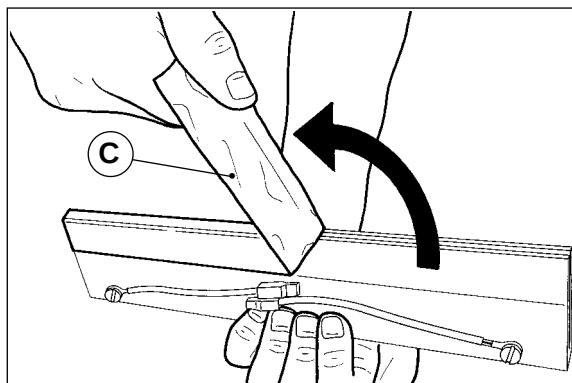

Fig. 2
- 3) Estrarre la barra saldante con i cavetti (Fig. 2).
- 2) Staccare la copertura di teflon marrone (C) (Fig. 2).